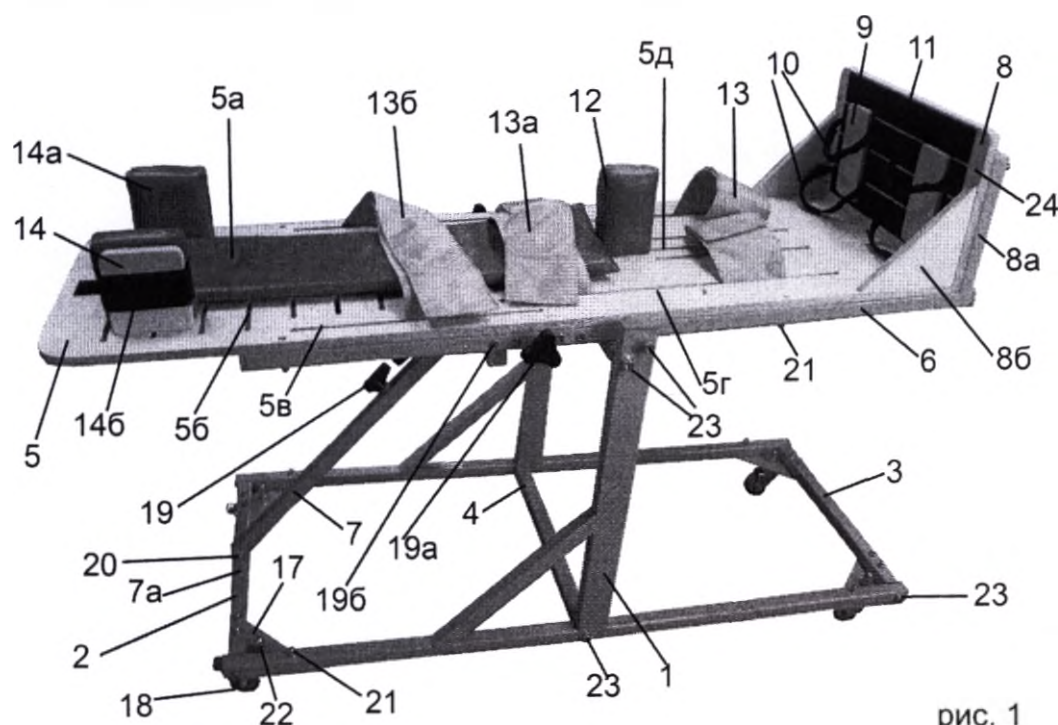

рис. 1
Для изменения угла наклона опоры нужно расслабить крепежные барашки М8 (19) на телескопической стойке (7), изменить угол наклона опоры на нужную величину и вновь закрутить крепежные барашки. (Рис. 1, 2)
7.1 Колёсики опоры (18) необходимо зафиксировать тормозами. Установить опору в горизонтальное положение (рис. 1). Расстегнуть ремни для фиксации стоп (10), коленных суставов (13) тазобедренного (13а) и грудного (13б) отделов.